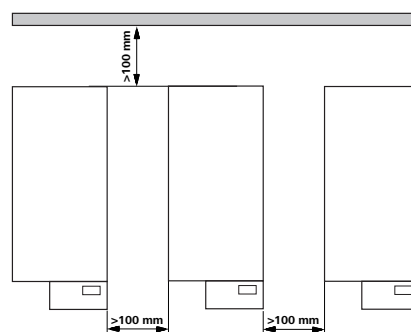

Fig. 2
- Tenga en cuenta las distancias mínimas entre aparatos y entre el aparato y la pared que se encuentra encima de la estructura (mín. 800 mm), consulte fig. 2.